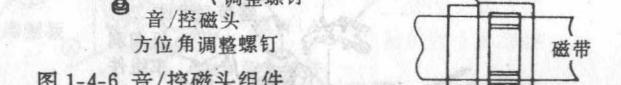

图 1-4-8 磁头高度
- ③ 观察音/控磁头组件的音频磁头和控制磁头两边都有白色陶瓷部分。调节音/控磁头的高度,使磁带的下边缘对准下磁头上白色陶瓷部分的上边缘。如果用所提供的方法调不到最佳值,则重放带有  $400\text{Hz}$  音频信号的标准磁带,调整到音频输出为最大。如图 1-4-8 所示。